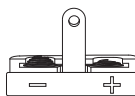
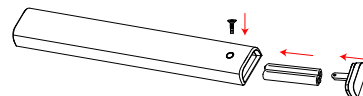

Figura 1
Figura 2
3. Instale las pilas en su compartimento tal y como se muestra en la ilustración (Figura 2). Observe que la cubierta de dicho compartimento hay indicaciones sobre la polaridad -positiva y negativa- de las pilas (Figura 1). Ponga de